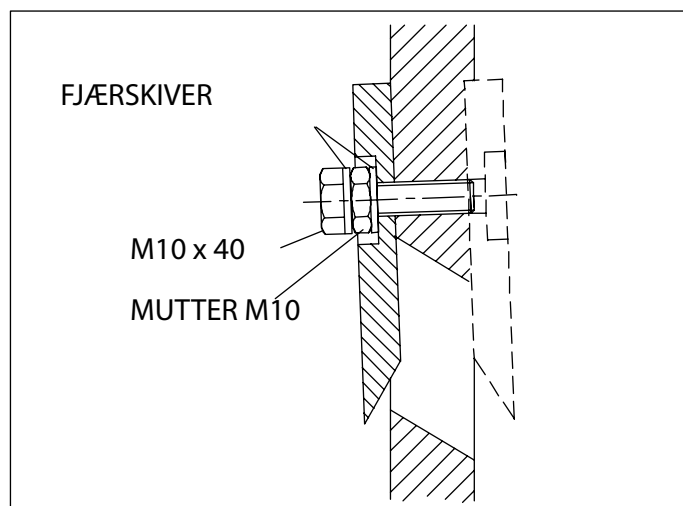

Fig. 12 Fjern en kniv og flytt den til den andre siden av skiven. Den prikkede linjen viser knivens normale skjærestilling.
3. Sett en låseskive til på skruen og skru skruen gjennom kniven inn i skiven. Se fig 12. Trekk til skrueene med et moment på 45 Nm. Fest kniven med alle fire skrueene.